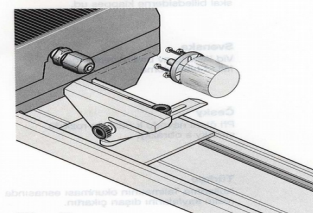

Fig. 5
3. Așezați piesa în universal așa cum este arătat în Fig. 5 și înșurubați-o bine.
Dacă trebuie prelucrate discuri sau forme asemănătoare, piesa trebuie înșurubată pe suport (Fig. 5). Atenție ca după prelucrare să nu fie șuruburi ieșite în afară: pericol de accidentare!